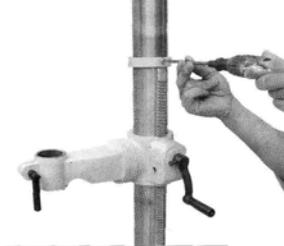

Figure 3
2.3 Installez le collier et fixez-le fermement. (Fig. 3)